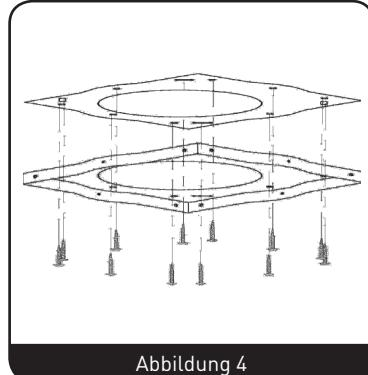

Abbildung 4
1. Halten Sie die Befestigungsplatte an die Zimmerdecke und markieren Sie die Position der Schraublöcher. Die Befestigungsplatte muss fest an der Zimmerdecke befestigt werden. (Abbildung 4)